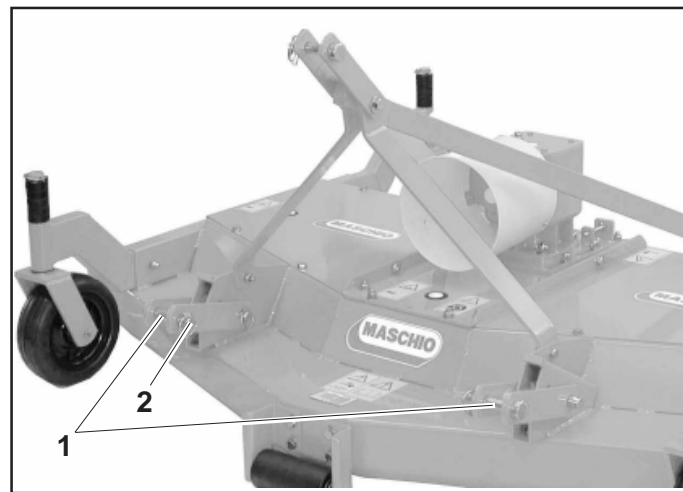

Fig. 6
- Con perni già inseriti (1 Fig. 6), accostare le barre parallele del trattore all'interno delle bielle ed inserirle nei perni, bloccando il tutto con le copiglie a scatto (2 Fig. 6).
- *With the pins already inserted (1 Fig. 6), near the parallel tractor links to the outer side of the plates and fit them on to the pins, locking the parts together with the snap pins (2 Fig. 6).*
- Mit schon eingesteckten Bolzen (1 Abb. 6) die Unterlenker des Traktors auf die Außenseite der Platten bringen und sie in die Bolzen stecken, um dann alles mit den einrastenden Sicherheitssplinten (2 Abb. 6) zu befestigen.
- *Avec les axes déjà insérés (1 Fig. 6), approcher les bras inférieurs du tracteur à l'extérieur des plaques et les introduire dans les axes, en bloquant l'ensemble avec des goupilles (2 Fig. 6).*
- Con los pernos ya inseridos (1 Fig. 6) arrimar las barras paralelas del tractor al externo de las placas e introducir las en los pernos, bloqueando todo el conjunto con los pasadores de disparo (2 Fig. 6).